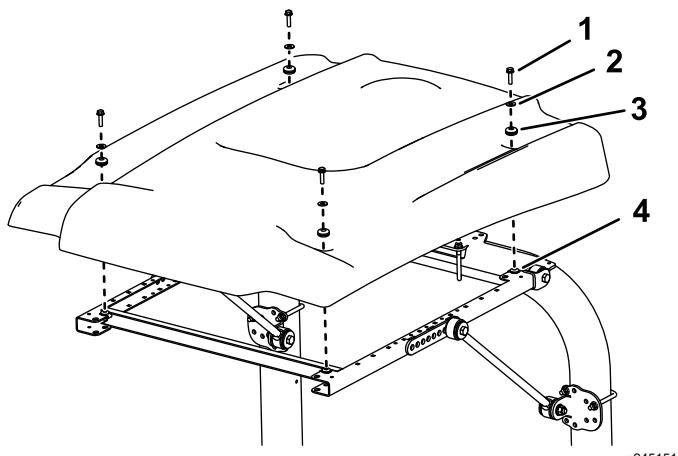

Figure 28
15. Lors de l'alignement des trous de fixation, positionnez le pare-soleil sur le cadre comme montré à la Figure 28.
16. Fixez légèrement chaque coin du pare-soleil au cadre avec un boulon à embase ($5/16$ " x $1\frac{1}{4}$ "), une petite rondelle et une entretoise (Figure 28).